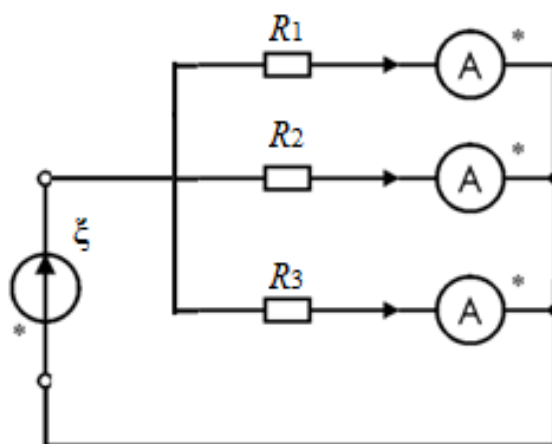

Рис. 9. Схема для проверки закона первого закона Кирхгофа.
2. Соберите схему на приборной панели как показано на рис. 9, используя резистивные сопротивления, мультиметры и соединительные провода. Сопротивление резисторов  $R_1$ ,  $R_2$  и  $R_3$ , задаются ведущим преподавателем или сотрудником лаборатории. Не рекомендуется использовать резисторы с большим сопротивлением и отличающимися по значению более чем на два порядка.